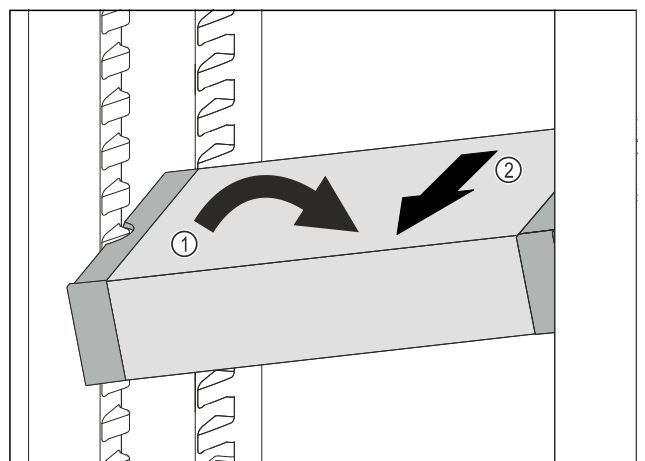

Fig. 83
- Incliner le VarioSafe dans la partie réfrigérateur. Fig. 83 (1)
- Sortir le tiroir VarioSafe par l'avant. Fig. 83 (2)